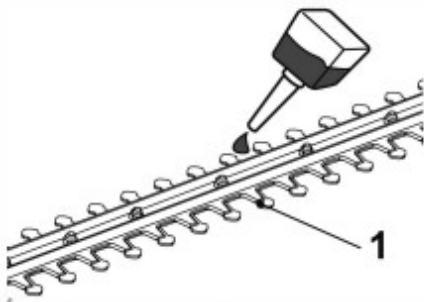

Fig. 9
9. Jeśli ostrze (1) podczas pracy się przegrzewa, nasmaruj jego wewnętrzną powierzchnię (Rys. 9 / Fig. 9). **UWAGA ta operacja musi być przeprowadzona na urządzeniu odłączonym od zasilania!**